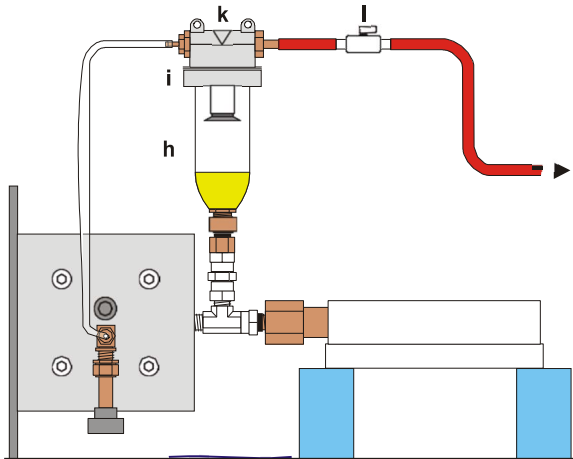

Fig. 8 : Montage du dispositif de remplissage d'huile et
- Dévisser l'écrou-raccord du dispositif de remplissage d'huile, enlever la garniture et placer l'écrou-raccord au-dessus de la soupape de sûreté (cf. Fig. 8).